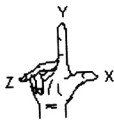

图 6.19 右手定则
- 要确定 X、Y 和 Z 轴的正轴方向，可将右手背对着屏幕放置，拇指指向 X 轴的正方向，伸出食指和中指，食指指向 Y 轴的正方向，中指所指的方向即是 Z 轴的正方向，如图 6.19 所示。